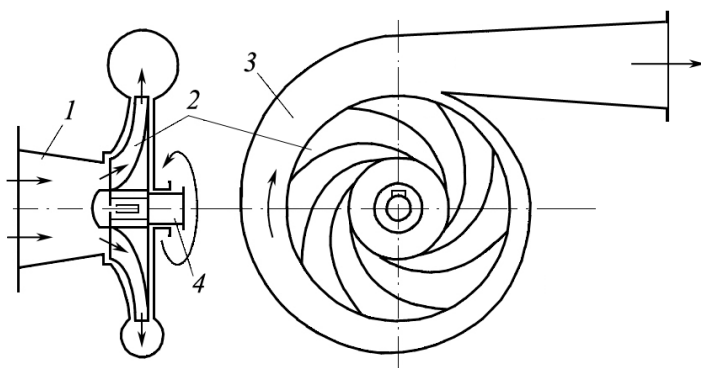
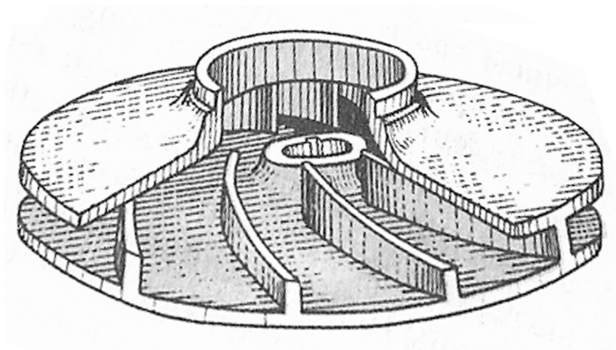

Рис. 1.1
Рис. 1.2
В центробежном насосе, простейшая схема которого приведена на рис. 1.1, передача энергии от рабочего колеса к жидкости происходит за счет динамического взаимодействия лопастей колеса с обтекающей жидкостью.
Основные элементы конструкции центробежного насоса (рис. 1.1):
*Рабочее колесо* представляет собой ограниченную двумя поверхностями вращения камеру, в которой расположена система лопастей. Колесо состоит из двух дисков — ведущего и ведомого, между которыми закреплены изогнутые лопасти. Ведущее колесо крепится к валу 4 (рис. 1.1) двигателя. При вращении рабочего колеса лопасти приводят протекающий поток жидкости во вращательное движение, увеличивая этим его механическую энергию. Входным сечением рабочее колесо примыкает к подводу, а выходным сечением — к отводу. Общий вид рабочего колеса центробежного насоса с односторонним входом приведен на рис. 1.2.
- спиральный, представляет собой комбинацию кольцевого отвода с криволинейным диффузором (рис. 1.1);